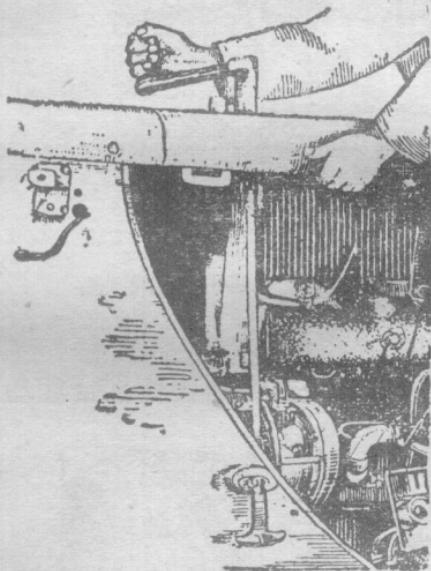

图6 发动起动发动机时驾驶員兩手的位置
13. 站稳在履带上。将摇手柄套到起动发动机手摇起动装置的竖轴上，用右手抓住摇手柄（大拇指不要抓把），慢慢转动到压缩行程，等感受到有压力时再急速转动（猛力摇动）（图6）。猛力摇动2—3次以后，即将化油器阻风打开，并继续猛力摇动摇手柄，直到发动机发动为止。在正常的条件下，通常摇动2—6次后发动机即能发动。